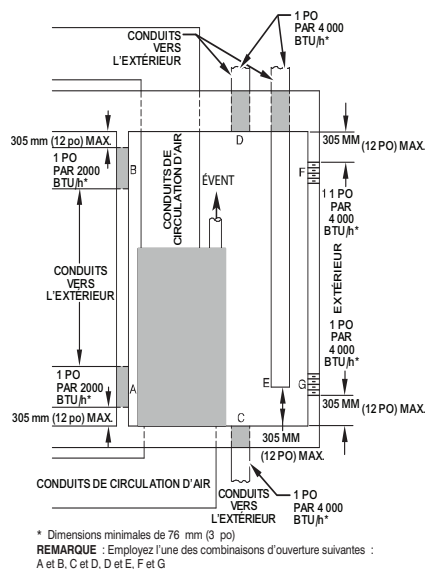

Fig. 6 – Air de combustion, de ventilation et de dilution pour l'extérieur L12F012FR
2. La Fig. 6 illustre comment installer DEUX OUVERTURES VERS L'EXTÉRIEUR, une ouverture d'entrée et une de sortie d'air de combustion et de ventilation, donnant sur l'extérieur.
- b. Respectez les dimensions des ouvertures et des conduits indiquées à la Fig. 6 et au Tableau 3.
- c. DEUX CONDUITS HORIZONTAUX nécessitent 645 mm² (1 po²) d'espace libre par tranche de puissance d'entrée de 2 000 BTU/h (1 100 mm²/kW) pour tous les appareils à gaz situés dans l'espace considéré, conformément à la Fig. 6 et au Tableau 3.
nécessitent 645 mm² (1 po²) d'espace libre par tranche de puissance d'entrée de 4 000 BTU/h (550 mm²/kW) pour tous les appareils à gaz situés dans l'espace considéré, conformément à la Fig. 6 et au Tableau 3.
a. 645 mm² (1 po²) d'espace libre par tranche de puissance combinée de 3 000 BTU/h (734 mm²/kW) pour tous les appareils à gaz situés dans l'espace considéré, conformément à la Fig. 6 et au Tableau 3.